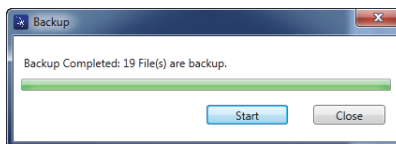

図 7-27 Backup (バックアップ) ダイアログボックス (完了)
5. バックアップが完了したら、Close (閉じる) をクリックします (218 ページの図 7-27 を参照)。